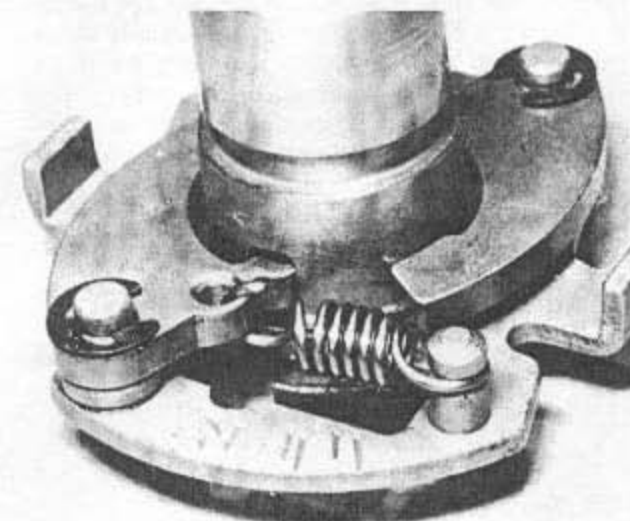

Bild 218 Unterbrechernocken auf Riefen überprüfen; Fliehgewichte und Federn dürfen nicht verschlissen sein
- Der Fliehkraftregler lässt sich nun abziehen. Man beachte den Mitnehmerstift, auf welchem er sitzt und von dem er «angetrieben» wird. Die Regler besitzen Fliehgewichte, welche sich mit zunehmender Fliehkraft gegen die Spannung der kleinen Federn nach aussen bewegen. Die Fliehgewichte müssen sich auf ihren Lagerzapfen leicht bewegen lassen. Die Zapfen sind immer leicht geschmiert zu halten. Die Spannfedern müssen sich in einwandfreiem Zustand befinden (Bild 218).